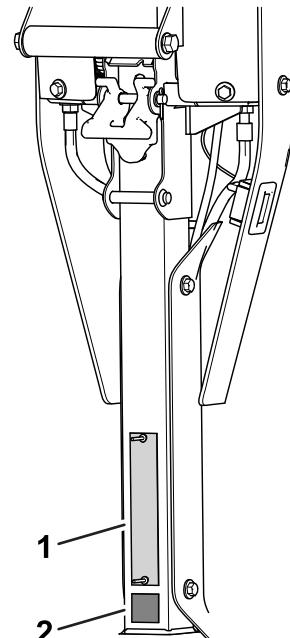

Bild 6
- Bringen Sie den CE-Aufkleber unterhalb des Typenschildes an (Bild 6).